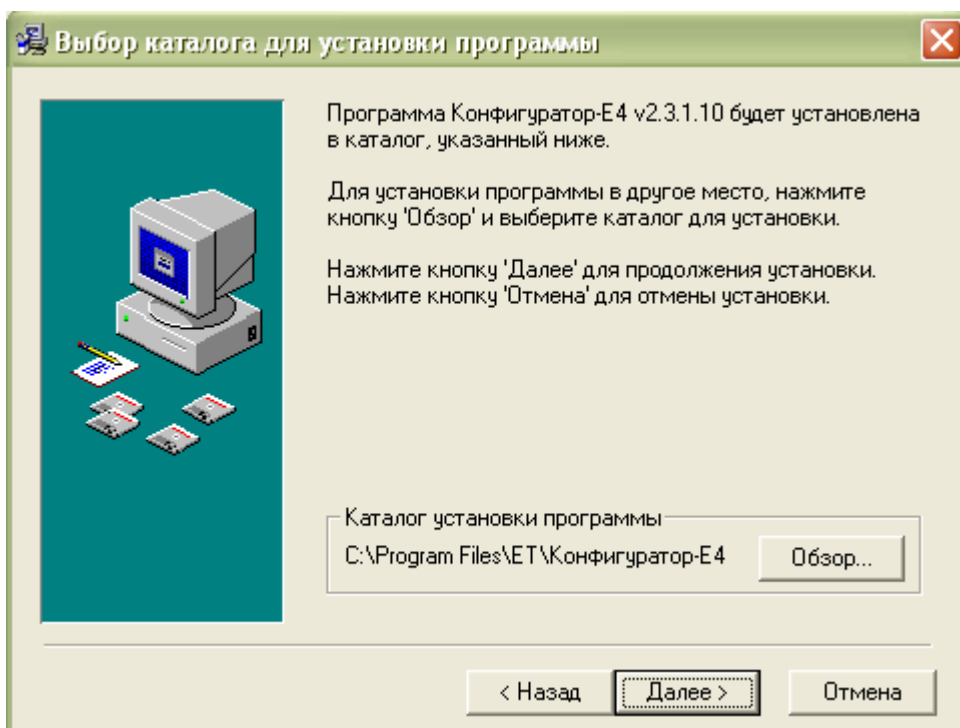

Рисунок 3.2 – Диалог «Выбор каталога для установки программы»
3.4.2 Программное обеспечение устанавливается по умолчанию в каталог: drive:\Program Files\ET\Конфигуратор-Е4\, где drive – имя диска с операционной системой. Изменить или принять имя рабочего каталога программы можно в окне «Выбор каталога для установки программы» (рисунок 3.2).